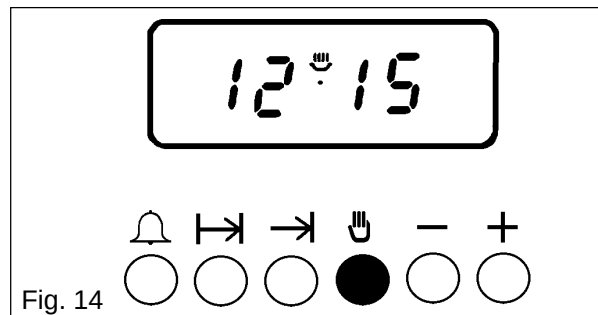

Fig. 14
- Press ( ) button. See Fig. 14.